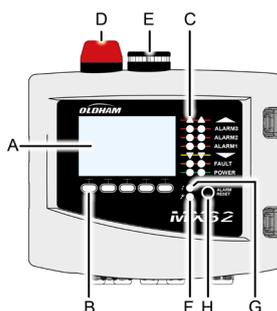

Figura 9: Placa frontal de MX32v2
4.2.5 Sirena (Figura 9: Placa frontal de MX32v2, etiqueta E)
4.2.6 Flash (Figura 9: Placa frontal de MX32v2, etiqueta D)
Los umbrales de alarma, la programación de relé, la configuración de tiempos de retraso, los modos de reconocimiento de alarma o la gestión de flash y sonido adicional (Figura 9, etiquetas D y E) se configuran a través de la aplicación *COM 32*.